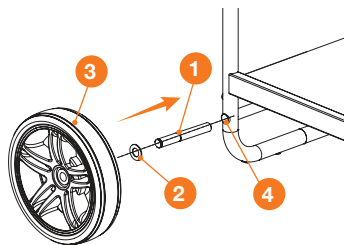

Рис. 4
- Наденьте шайбы **2** на оси колес **1** (Рис. 4).